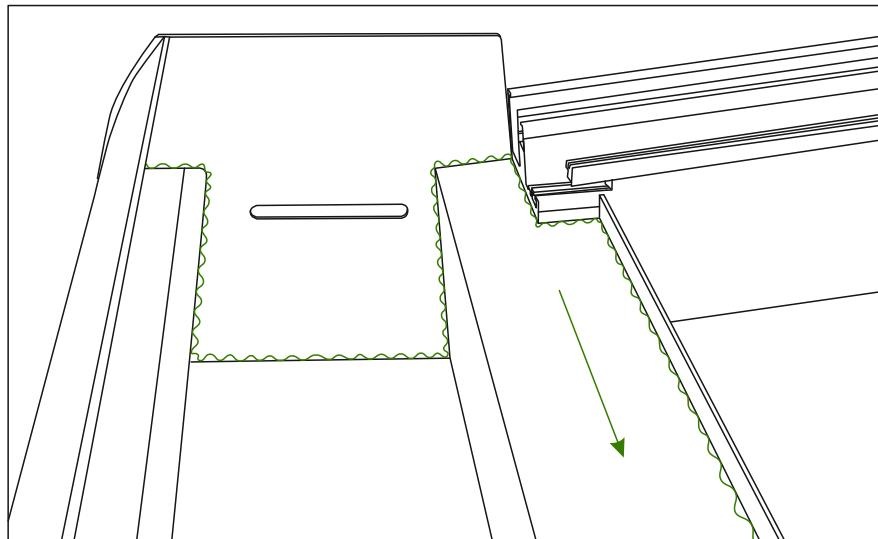

Abb. 5
5. Versiegeln Sie anschließend im Innenraum der Rinne alle Kanten und Schnittstellen zwischen einzelnen Elementen mit Silikondichtung. Siehe Abb. 5.